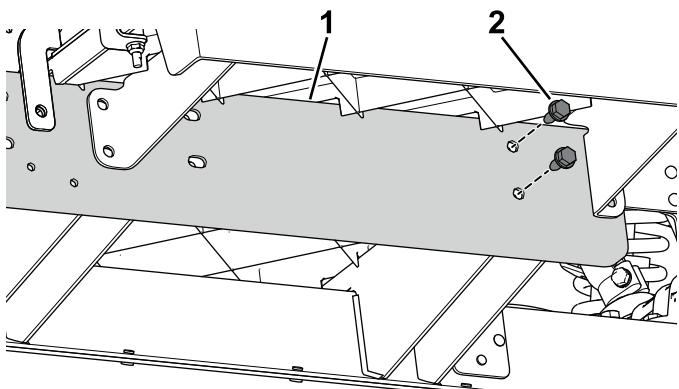

図 72
3. 車体前部のセンターチャネルに、エクステンションレールを仮止めするボルト $5/16 \times 3/4$ インチ2本を使う図72。